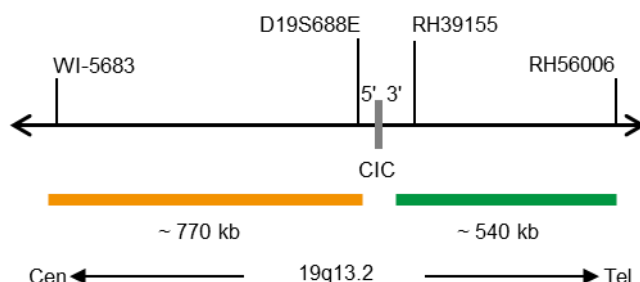

Fig. 1: SPEC CIC Mapa da sonda (não à escala)
- Polinucleótidos marcados com ZyGreen (excitação 503 nm/emissão 528 nm) (~10 ng/μl), que têm como alvo sequências mapeadas em 19q13.2* (chr19:42,835,047-43,374,575) distal à região do ponto de quebra MAML2 (ver Fig. 1).
- Polinucleótidos marcados com ZyOrange (excitação 547 nm/emissão 572 nm) (~4,5 ng/μl), que têm como alvo sequências mapeadas em 19q13.2* (chr19:41,980,301-42,751,339) proximais à região do ponto de quebra MAML2 (ver Fig. 1).